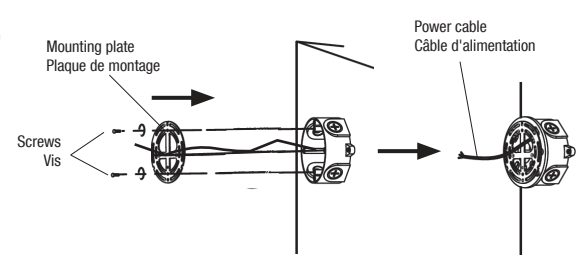

Fig. 3A
4. Pass the AC luminaire wires through and mounting plate central openings. Install the mounting plate onto junction box using the two screws (Fig. 3A).
4. Faites passer les câbles du luminaire AC à travers les ouvertures centrales de la plaque de fixation. Fixez la plaque de fixation sur la boîte de jonction à l'aide des deux vis (Fig. 3A).